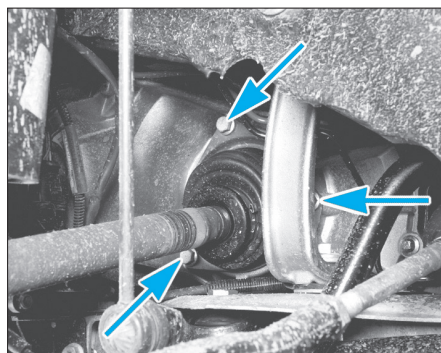

FIG. 2
- l'écrou de la rotule de direction (4) et désaccoupler la rotule du pivot à l'aide d'un arrache-rotules approprié,
- les boulons de fixation inférieure de l'élément de suspension (5).
- Pour la transmission gauche, déposer les vis de fixation du joint homocinétique sur la boîte (Fig.2) et dégager la transmission.
- Pour la transmission gauche, serrer les vis de fixation du joint homocinétique sur la boîte (Fig.2).